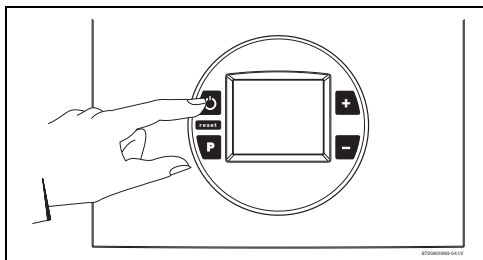

Fig. 12 Tasto di accensione/spengimento
- ▶ Premere l'interruttore principale ON/OFF (Fig. 12).
Premendo l'interruttore principale nella posizione di funzionamento (fig. 12), l'apparecchio è pronto a funzionare.